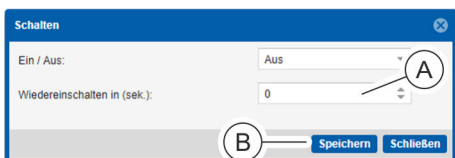

Abb. 104: Steckdose ausschalten
5. ➤ **Nur beim Ausschalten:** Im Auswahlménü „Wiedereinschalten in (sek.)“ (Abb. 104/Ⓐ) eine Zeit eingeben.
6. ➔ Vorgang über die Schaltfläche „Speichern“ (Abb. 104/ⓐ) abschließen.